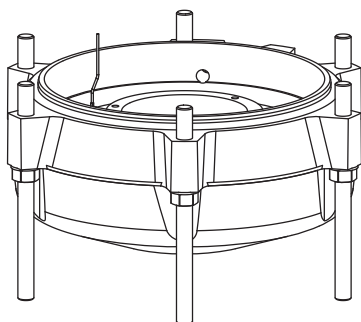

Bild 29: Montera oljehusgavel (J 205, J 405)
9.3 Oljehusgavel på J205 och J 405 (Bild 29)